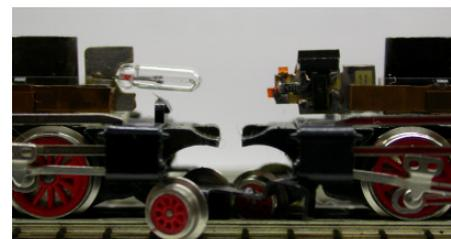

Bild 5: BR 74 und BR 24, links mit Glühlampe, rechts mit weißem Stecksockel in kleiner Ausführung. Am Fahrwerk unten die abgezwickter Nase.
9. Beim Artikel 7022/7032 für die BR 24 und BR 74 sollte man die schwarze Nase vor der Lampenhalterung, unten auf dem Plastik entfernen. Diese hat nichts mit der Gehäusehalterung zu tun und ist unserer Elektronik nur im Weg. Nun kann der Baustein auch hier waagrecht sitzen. In Bild 5 ist der Vergleich schön zu sehen.